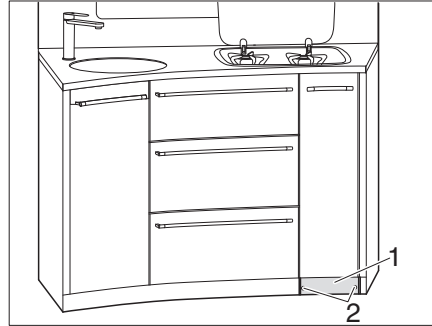

Fig. 126 Destornillar el zócalo
- Desatornillar 2 tornillos (Fig. 126,2) en el zócalo (Fig. 126,1).
- Retirar el zócalo (Fig. 126,1).